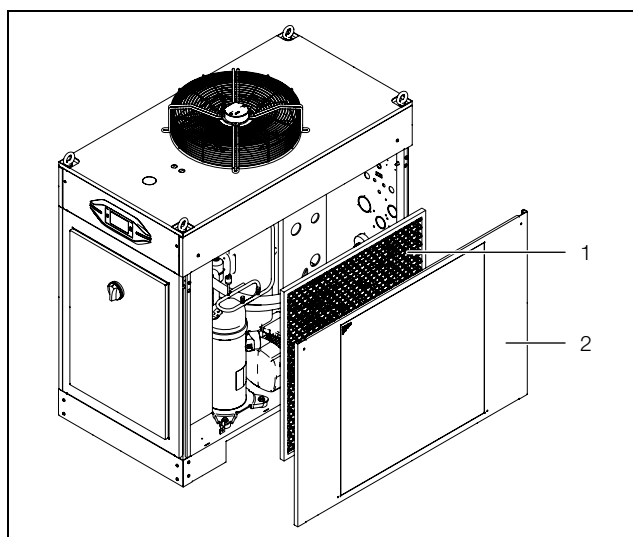

Fig. 24 : démonter le panneau latéral
- Démontez le panneau latéral (fig. 24, pos. 2) du refroidisseur d'eau et le déposez dans un endroit sûr.
- Insérer le filtre métallique (fig. 24, pos. 1) dans le cadre prévu à cet effet à l'intérieur du panneau latéral et le fixer.